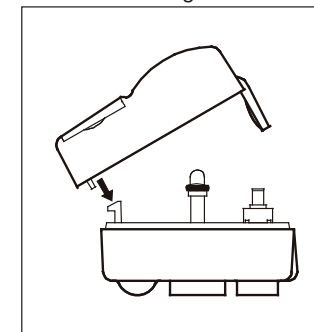

Fig. 3
5. Oberteil aufsetzen und festschrauben. Abb. 3 und 4